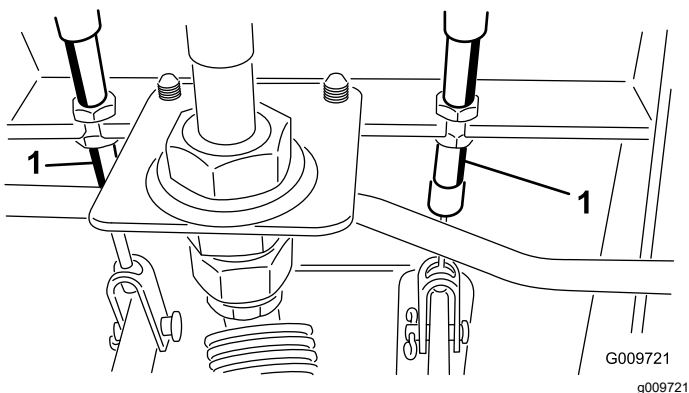

Рисунок 113
- А. Отпустите переднюю гайку на резьбовом конце троса тормоза (Рисунок 113).